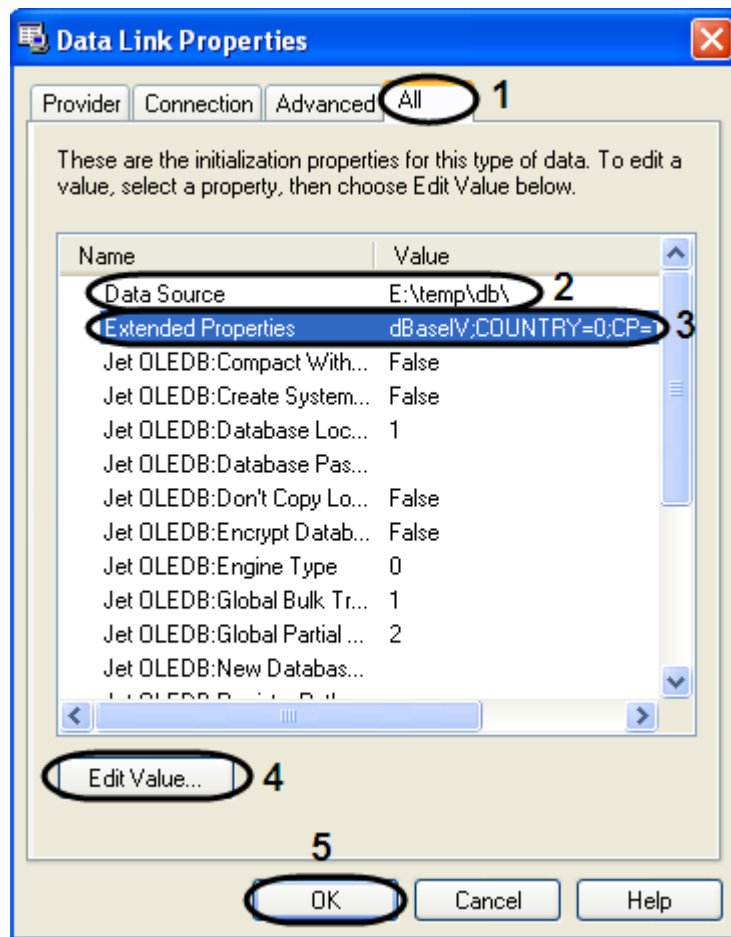

Fig. 9.3—6 All tab
- 10.5. In the value range «Extended Properties» state «dBase IV;COUNTRY=0;CP=1252:LANGID=0x0409» (Fig. 9.3—6, 3).